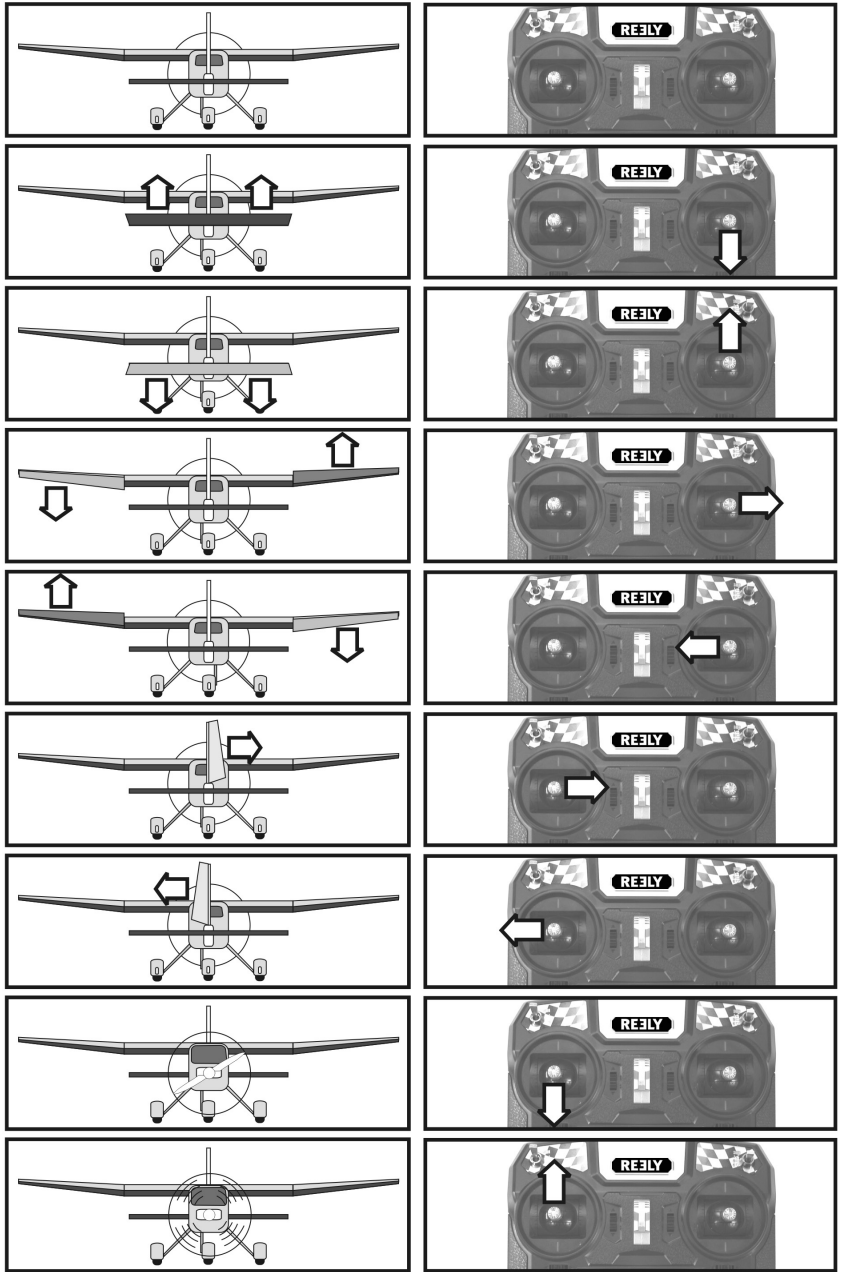

Figura 10
La figura 10 di questa sezione si trova alla pagina seguente.
Mettere in funzione il trasmettitore e poi il ricevitore. Se collegati correttamente, i servi alle uscite 1, 2, 3 e 4 o un regolatore di velocità all'uscita 3 dovrebbero reagire ai movimenti dello stick di controllo nella direzione corretta in base alle illustrazioni della figura 10.
La tiranteria dei timoni deve essere regolata in modo che i timoni siano tutti allineati esattamente al centro, quando lo stick di controllo e il trim si trovano in posizione centrale (vedere anche lo schizzo in alto nella figura 10).
Se i servi o i timoni reagiscono esattamente nella direzione opposta, come mostrato nella figura 10, è possibile invertire la direzione del servo corrispondente utilizzando l'interruttore di inversione (vedere il capitolo seguente).
Se i movimenti dei timoni non corrispondono a quelli illustrati nella figura 10, è possibile commutare la direzione di corsa di ciascun servo mediante l'interruttore di inversione (vedere anche figura 1, pos. 9) sulle uscite del ricevitore da "CH1" a "CH4". Gli interruttori del trasmettitore sono assegnati come segue: